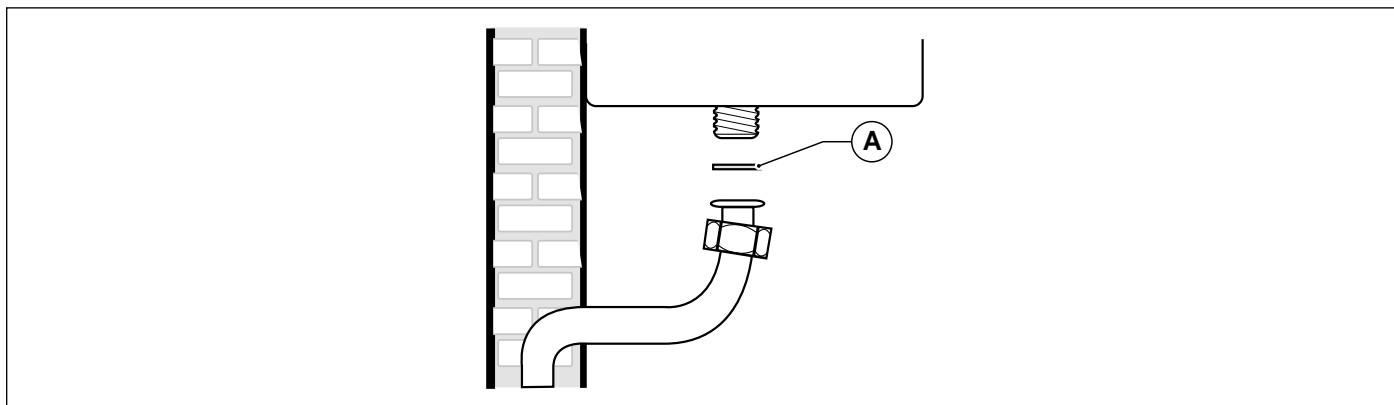

Fig. 21 Racordare la rețeaua de gaz
Pentru a conecta racordul de gaz al centralei termice la țevile de alimentare, este **OBLIGATORIU** să interpuneți o garnitură de etanșare (A) de mărime și din material adecvat (vezi Fig. 21 Racordare la rețeaua de gaz).